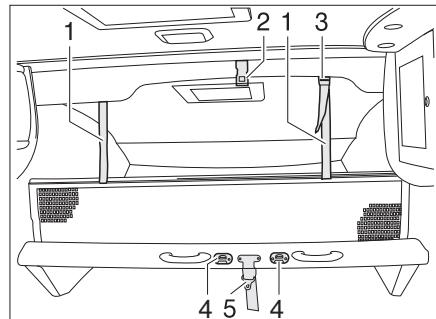

Fig. 158 Cama elevada manual
- Asegurar la cama elevada con el cinturón de retención (Fig. 158,5) al techo (Fig. 158,2).
- Enganchar la escalera de ascenso a las grapas (Fig. 158,4) de la cama elevada con los dos ganchos.
- Engatillar las cintas de sujeción (Fig. 158,1) en los soportes en el techo (Fig. 158,2).